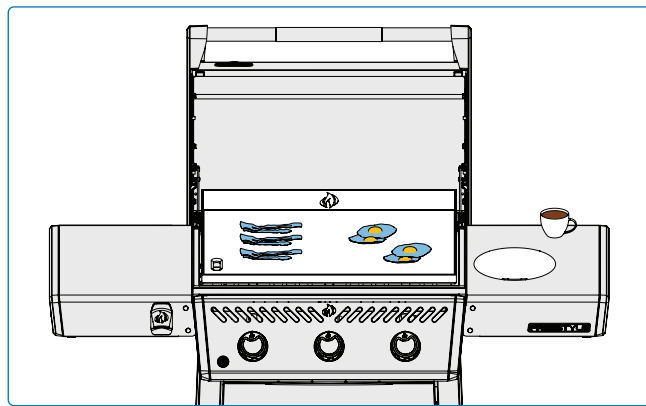

Рис. 8
- » Установите горелки на разные уровни нагрева, чтобы создать определенные температурные зоны. Следите за температурой поверхности противня с помощью инфракрасного термометра, чтобы убедиться, что каждая зона разогрета до нужного уровня. Для быстрого приготовления используйте метод прямого нагрева (продукты расположены прямо над горелками), в то время как метод непрямого нагрева (продукты расположены сбоку от зажженной горелки) можно использовать для более медленного приготовления или для сохранения продуктов теплыми. (Рис. 8) Если противень недостаточно горячий, продукты скорее всего прилипнут к нему. Температуру можно определить с помощью бесконтактного инфракрасного термометра. В качестве альтернативы, можно капнуть на противень несколько капель воды.